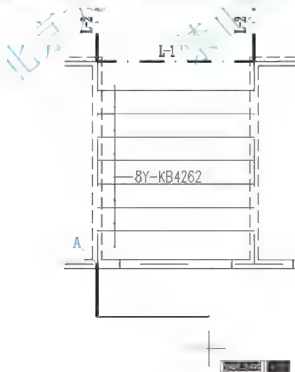

图 5.33 绘制阳台的挑梁和封边梁
(1) 在指定起点：提示下，捕捉如图 5.33 所示的 A 点。
(2) 在指定下一个点或 [圆弧 (A)/ 半宽 (H)/ 长度 (L)/ 放弃 (U)/ 宽度 (W)]: 提示下, 打开【正交】功能, 将光标垂直向下拖动, 输入“1500”。
(3) 在指定下一个点或 [圆弧 (A)/ 半宽 (H)/ 长度 (L)/ 放弃 (U)/ 宽度 (W)]: 提示下, 将光标水平向右拖动, 输入“4200”, 如图 5.33 所示。
(4) 在指定下一个点或 [圆弧 (A)/ 半宽 (H)/ 长度 (L)/ 放弃 (U)/ 宽度 (W)]: 提示下, 将光标垂直向上拖动, 输入“1500”。